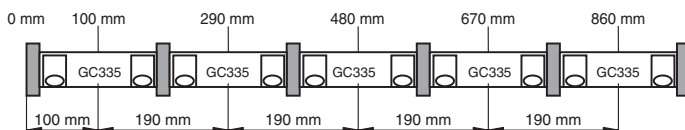

Figure 3.1 Montage du profilé en aluminium
2. Percez les trous de fixation à mi-distance des supports de module (surface grisée sur la fig. 3.1). Veillez à ne pas laisser de copeaux dans le profilé en aluminium. Lors de la fixation, étanchez les trous percés de manière à empêcher la pénétration de gouttes d'eau.